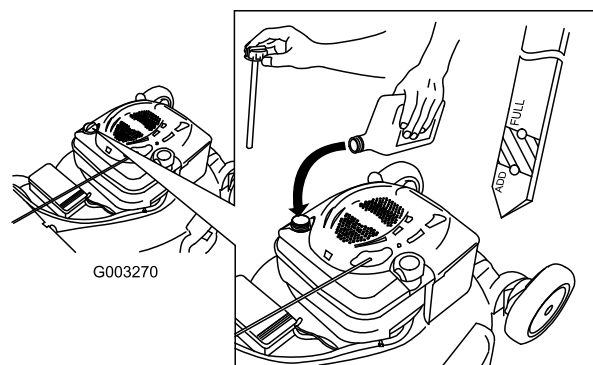

Figura 38
12. Retire la varilla y observe el nivel de aceite; consulte Figura 38.